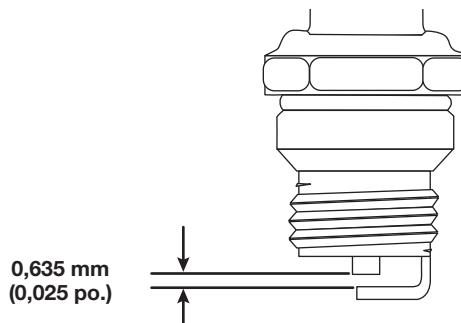

Fig. 19
4. Utilisez une jauge d'épaisseur pour régler l'écartement à **0,635 mm (0,025 po.)** (Fig. 19).